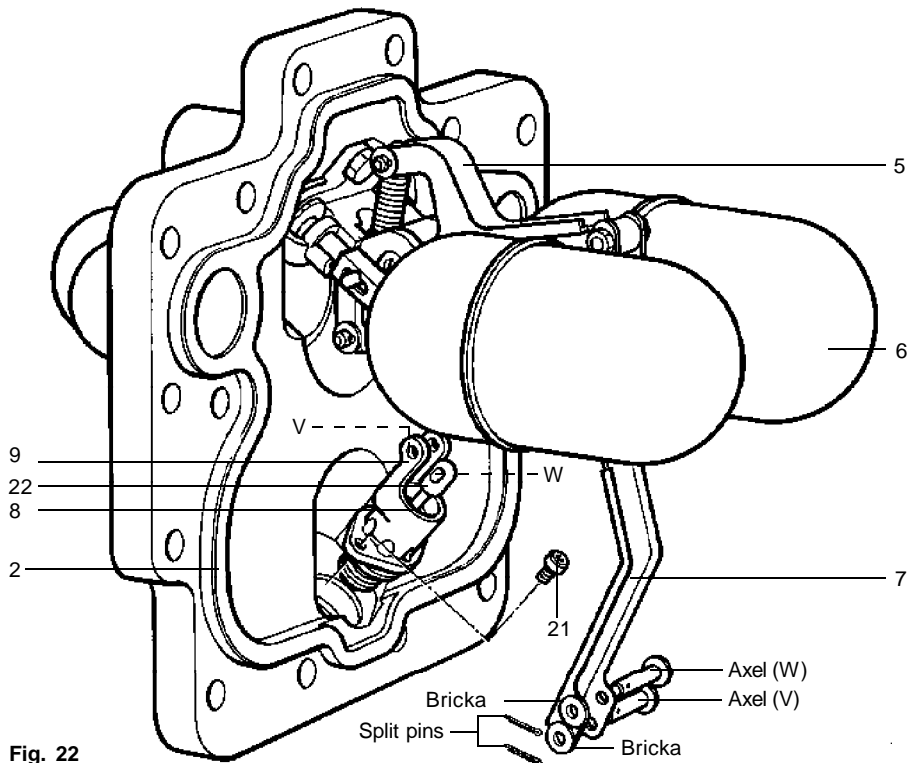

Fig. 22
4. Avlägsna sprinten, brickan och axeln från axel (V) (Se fig. 22).
5. Avlägsna sprinten, brickan och axeln från avledar 1:a-stegsventilen (W).